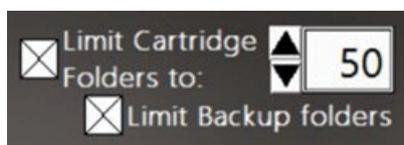

图34：限制芯片数据和备份文件夹控件
**注：** 如果仪器被配置为将数据备份到内部硬盘 (C:\) 的位置，则会出现第二个选项，使存储在 Accellix 仪器备份文件夹中的数据也受到限制（图 34）。